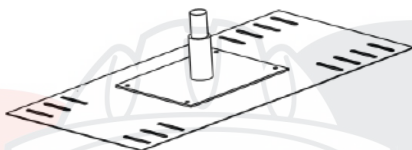

Рис. 6.7. Установка опорного кронштейна.
1. Установите опорный кронштейн на верхнюю полку. Используйте 4 винта М6 (См. рис. 6.7).